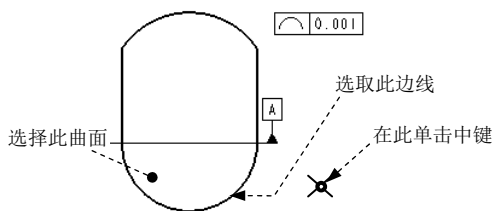

图 5.6.22 定义公差参照 (二)
Step3. 定义公差参照。在**参考**区域的**类型**下拉列表中选择**曲面**选项，单击**选择图元...**按钮，选取图 5.6.22 所示的面为公差参照。
(1) 在对话框中**放置**区域的**类型**下拉列表中选择**带引线**选项，在弹出的**LEADER TYPE (引线类型)**菜单中选择**Arrow Head (箭头)**命令。
(2) 在系统**选择多边, 尺寸界线, 坐标系, 轴心, 多个轴线, 曲线, 顶点 或截面图元**的提示下，选取图 5.6.22 所示的边线为放置位置参照，在**LEADER TYPE (引线类型)**菜单中单击**Done (完成)**命令，系统弹出图 5.6.23 所示的**DIRECTION (方向)**菜单，且在视图中显示指引线方向，如图 5.6.24 所示。
(3) 在**DIRECTION (方向)**菜单中选择**Okay (确定)**命令，然后在系统**选择放置位置**的提示下，在图 5.6.22 所示的位置单击中键，放置“曲面轮廓度”公差。